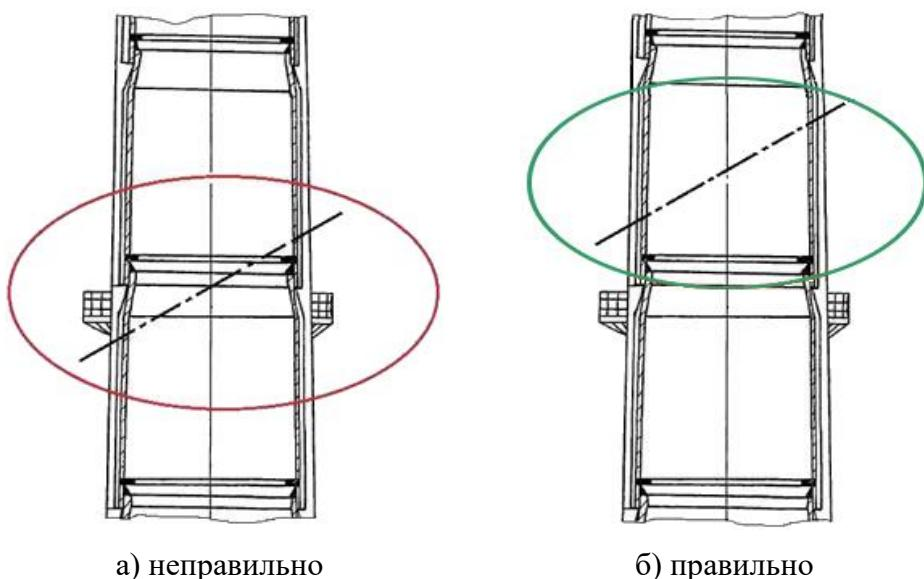

Рисунок 5 - Размещение ПЭА Г при наличии сочленения газохода.
3.3.1.4 ПЭА Г не должны размещаться в местах сочленения элементов газохода, выступающих внутрь газохода. Не допускается размещение ПЭА Г таким образом, чтобы сочленение элементов газохода, выступающих внутрь газохода, попадало в измерительный створ (пространство газохода между поперечными сечениями, в которых расположены ПЭА Г, смотри рисунок 5):